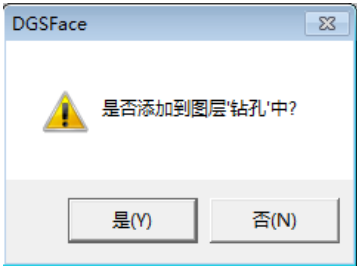

图 30 提示添加
2) 系统会自动选择钻孔图层，同时弹出“是否添加到图层‘钻孔’中”对话框，点击“是”（见图 30）。